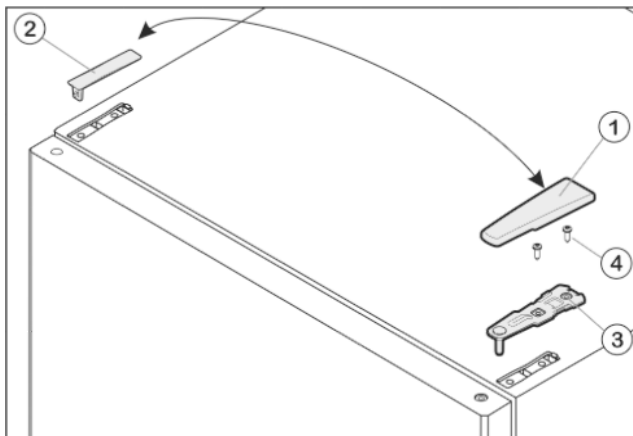

Fig. 7
- ▶ Потяните крышку Fig. 7 (1) вперед и вверх.
- ▶ Снимите крышку Fig. 7 (2).
- ▶ Открутите верхний опорный кронштейн Fig. 7 (3)(2 шт. Torx® 25) Fig. 7 (4) и вытяните вверх.
- ▶ Установите верхний опорный кронштейн *Fig. 7 (3)* на новой стороне шарнира и защелкните в дверце.
- ▶ Привинтите верхний опорный кронштейн (**с моментом 4 Нм**) (2 шт. Torx® 25) *Fig. 7 (4)*. При необходимости проделайте отверстия или используйте аккумуляторную отвертку.
- ▶ Наденьте и защелкните крышку *Fig. 7 (1)* и крышку *Fig. 7 (2)* на противоположной стороне снаружи.